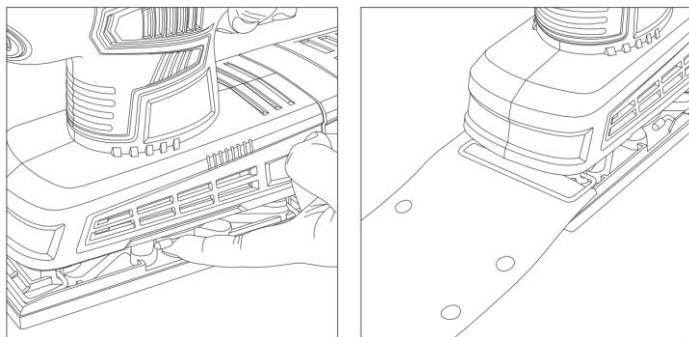

Fig. 4
3. Pentru a demonta hârtia abrazivă, eliberați clema și apoi scoateți hârtia (Fig.4).